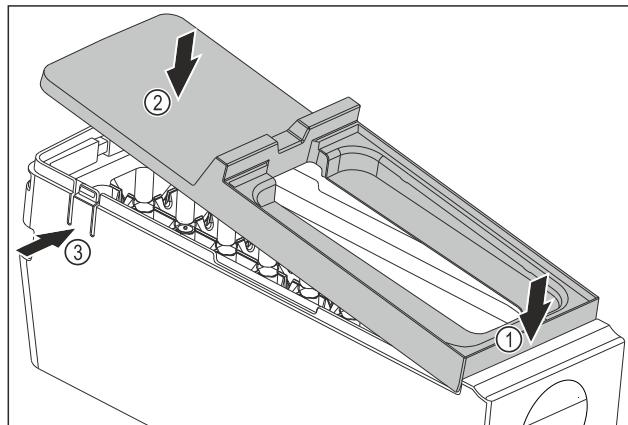

Fig. 120
- Montirajte poklopac tijela sustava EasyTwist-Ice: Postavite poklopac sprijeda. Fig. 120 (1)
- Spusnite poklopac straga. Fig. 120 (2)
- Poklopac će se čujno uglaviti u oba jezička Fig. 120 (3).